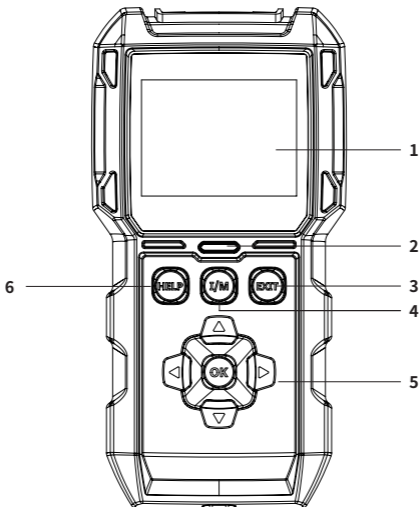

図 2.1.1
1. ディスプレイ: 2.8 インチのカラー画面には、メニュー、サブメニュー、テスト結果、特定の機能、モニターステータス情報が表示されます。詳細には、次のセクションのメインメニューとホーム画面のアイコンを参照してください（図 2.1.1 を参照）。